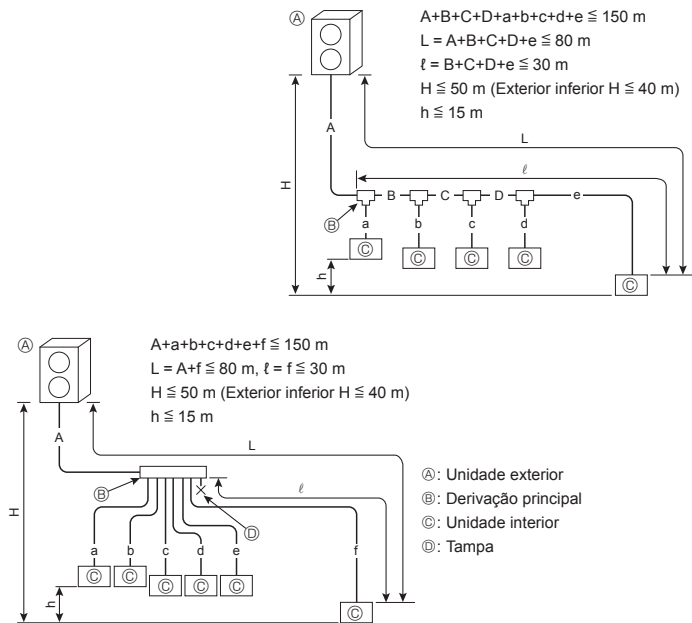

Fig. 4-1
4.1.1. Ligação sem caixa de derivação (Fig. 4-1)